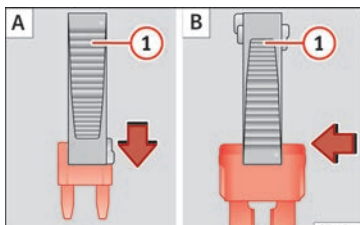

Bild 62 Ta ut eller sätta i en säkring
- *Små säkringar*: lås tången ovanifrån » bild 62 A.
- *Större säkringar*: flytta tången i sidled över säkringen » bild 62 B.